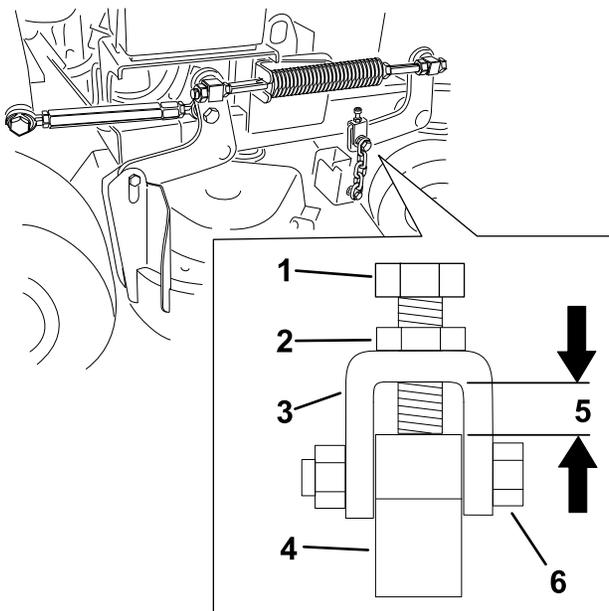

図 79
**注** この適正距離は 図 79に示すように 11 mm であることが必要。
6. 調整が必要な場合は、上チェーンボルトをゆるめる 図 79。
7. 図 79 に示す正しい距離になるように、ジャムナットをゆるめて調整ボルトで調整を行う。